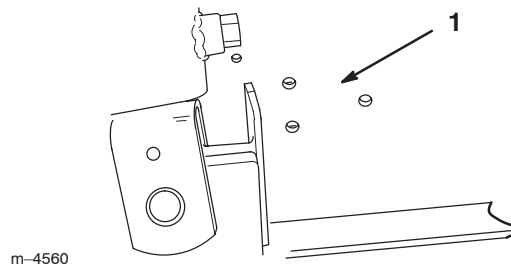

Abbildung 3
3. Die Zugmaschine untersuchen. Wenn im Rahmen drei Montagelöcher ein paar Zentimeter vor jedem Kippzylinder vorgebohrt sind (Abb. 3), weitermachen bei Schritt 6.